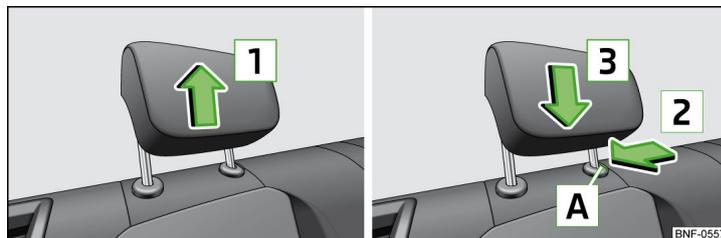

Fig. 45 Appuie-tête arrière : tirer vers le haut / pousser vers le bas
- Saisissez l'appuie-tête sur les côtés avec les deux mains et déplacez-le dans le sens de la flèche **1** » fig. 45.
- Appuyez sur le bouton de verrouillage **A** et maintenez-le dans le sens de la flèche **2** » fig. 45.